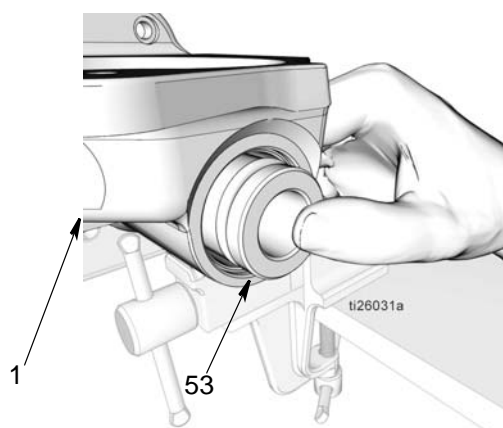

FIG. 42
- d. Utilizzare i pollici per premere la manica (53) nella base della pompa (1). Successivamente, utilizzando un'asta morbida, premere la manica completamente verso il basso, per quanto possibile (FIG. 42).
**NOTA:** Fare attenzione a non graffiare o danneggiare la manica e/o il corpo della base della pompa (1) quando si monta la manica nella base della pompa. Se la superficie viene graffiata o danneggiata, si creerà un percorso di fuoriuscita per il fluido durante l'uso della pompa e quest'ultima non funzionerà correttamente.